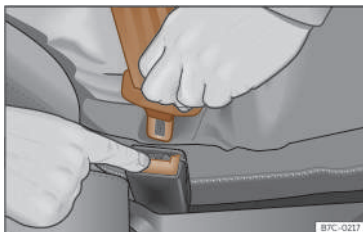

Fig. 21 Rilasciare la linguetta della chiusura della cintura.
- Premere il tasto rosso della chiusura >>> **fig. 21**. La linguetta uscirà dalla chiusura.